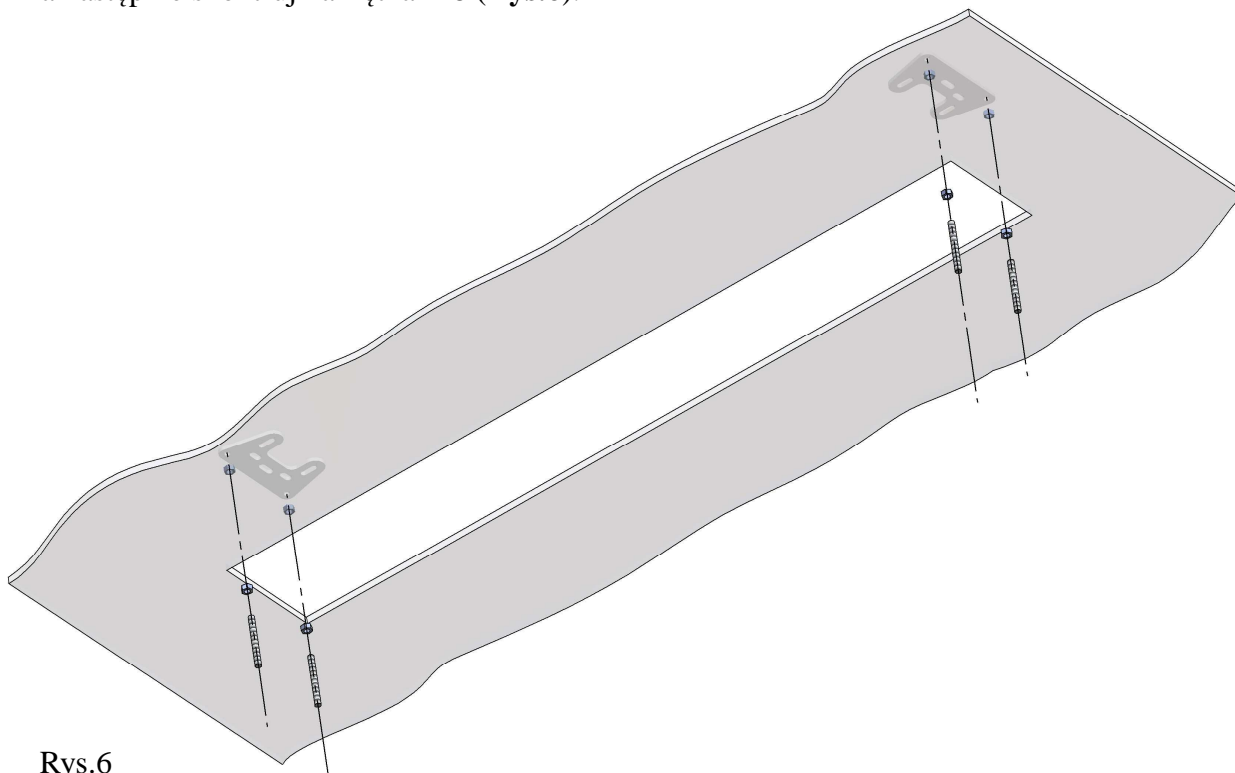

Rys. 5
6. Do wywierconych w suficie właściwym otworów przykręć podstawy montażowe korzystając z dołączonych kołków rozporowych i wkrętów (**Rys.5**).